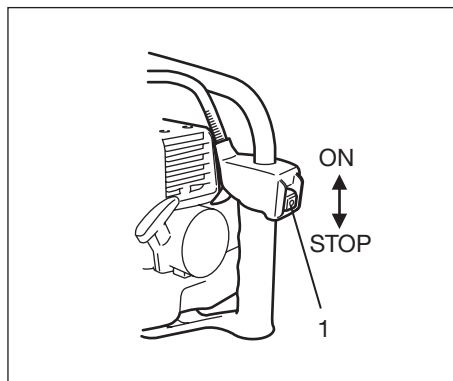

Fig. 2-2
1. Spostare l'interruttore di spegnimento. (Fig. 2-2, 2B)